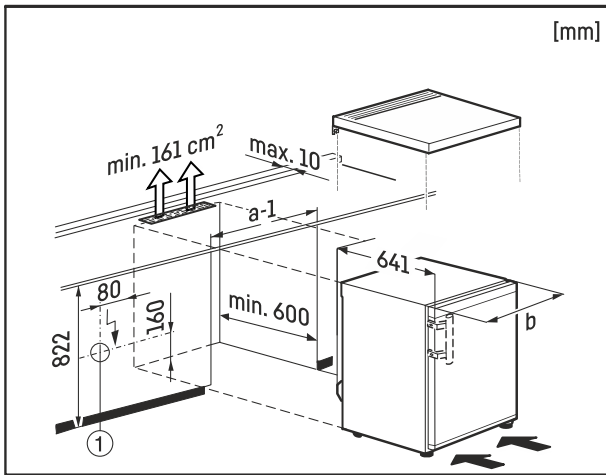

Fig. 8
Ekkor a csatlakozóaljzatot Fig. 8 (1) a készülék hátoldalán kívül kell lefektetni és könnyen hozzáférhetővé tenni.